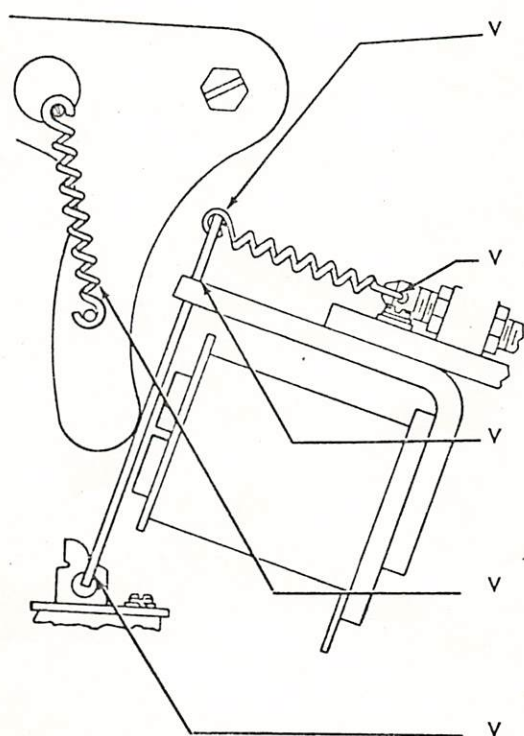

Fig. 14
- Fig. 14 t/m 20 Onderhoudsvorschrift